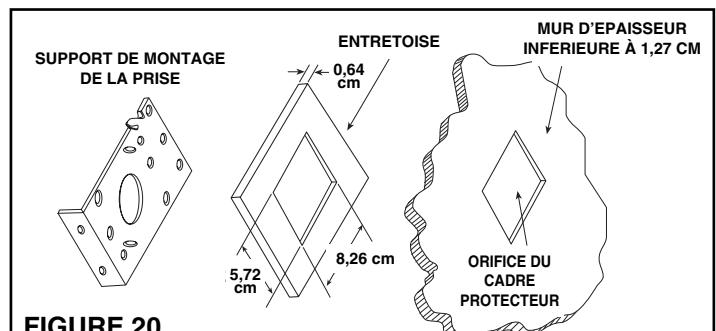

FIGURE 20
- NOTA:** Quand le modèle 361 de support de prise est utilisé pour des murs d'une épaisseur inférieure à 1,27 cm, utilisez une entretoise de 0,64 cm (non fournie) entre le mur et le support de prise. Voyez la figure 20. L'entretoise peut être faite de bois contreplaqué, Masonite™, etc. De l'adhésif de contact peut être utilisé pour maintenir l'entretoise en place pendant l'assemblage. La configuration de l'entretoise peut varier suivant l'installation.
NOTA: Si le mur envisagé pour le montage de la prise modèle 360 fait moins de 1,27 cm d'épaisseur, il faut utiliser une entretoise. Voir la figure 20 à la page 6 comme référence.